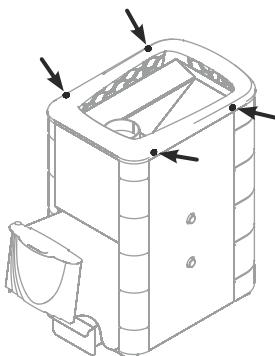

Рисунок 7. Демонтаж рамки конвектора печи «Тунгуска XXL 2013»
1. Снять рамку конвектора, открутив 4 самореза (рисунок 7)